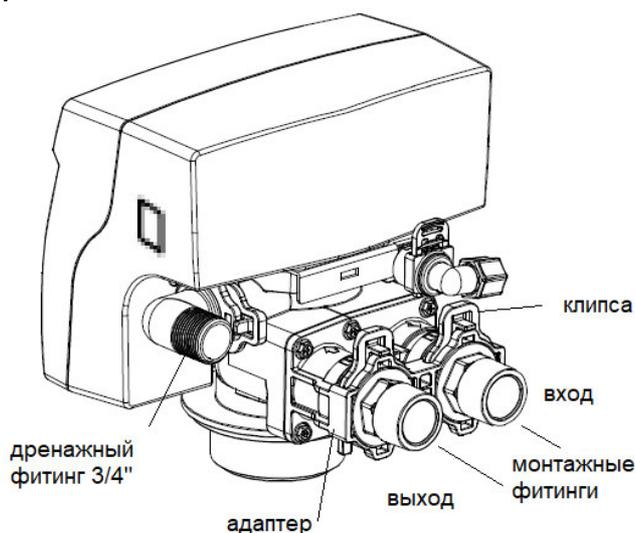

Рис. 3
8.3 Фильтр обезжелезиватель с воздушной подушкой имеет специальный адаптер, который присоединяется к устройству управления с помощью винтов (см. Рисунок 3).
9.10 Установите 1" обратный клапан в линию подачи исходной воды после шарового крана байпаса (см. Рисунок 3, поз. 8). Обратный клапан предотвращает попадание воздуха из фильтра в трубопровод подачи исходной воды, и должен быть установлен строго в вертикальном положении до фильтра, но после любого оборудования, в кото-